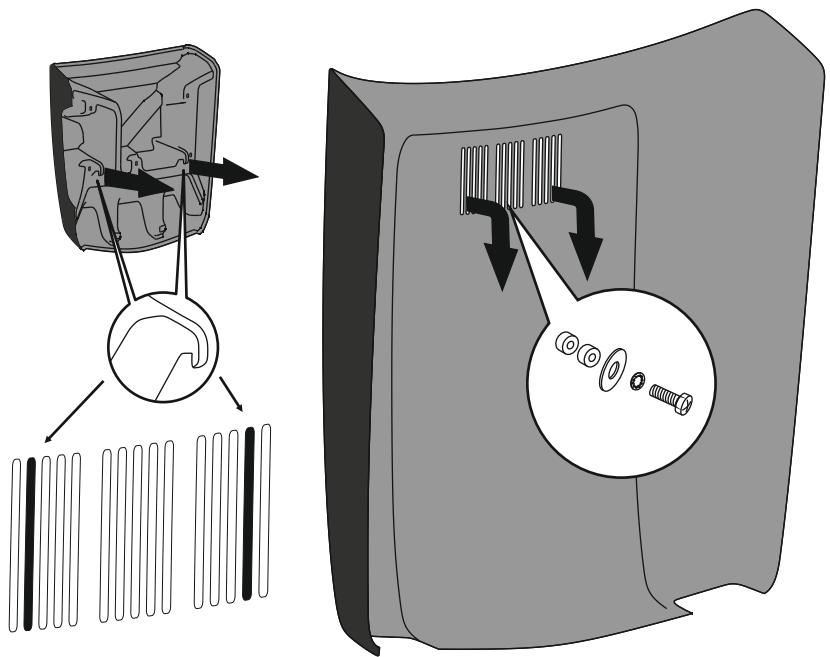

рис.1
1.2 На внутренней стороне накладки имеются два зацепа, которые необходимо завести в вентиляционные отверстия на капоте как показано на рис. 1